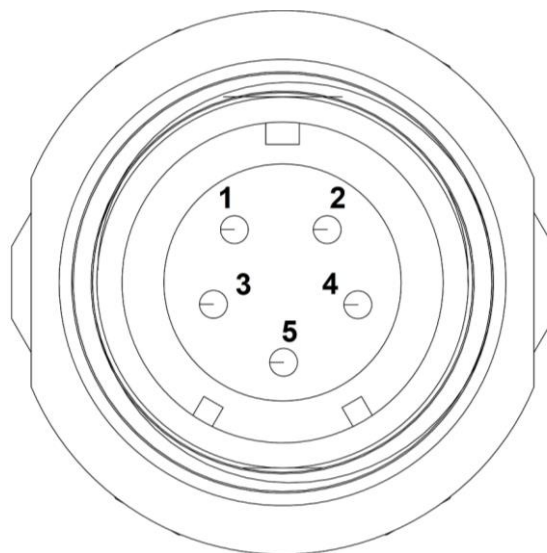

Рисунок 5. Распиновка разъема для подключения ДУТ:
3. Подключить ДУТ в соответствии с распиновкой разъема (рисунок 5) и схемой подключения (рисунок 8), рекомендуемая длина провода – не более 15 м;